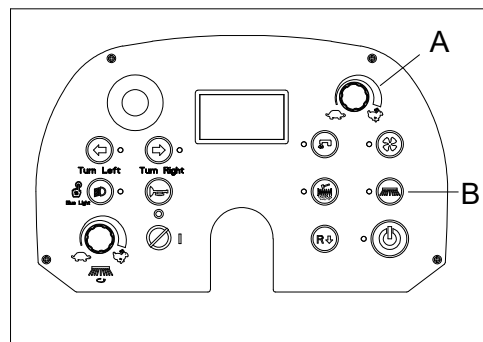

Figura 27
- Regolare la manopola di regolazione della velocità (A, Figura 27) per ridurre al minimo la velocità di marcia.
- Premere il pulsante della spazzola laterale (B, Figura 27) per abbassarla e accenderla per circa un minuto premendo il pedale dell'acceleratore.